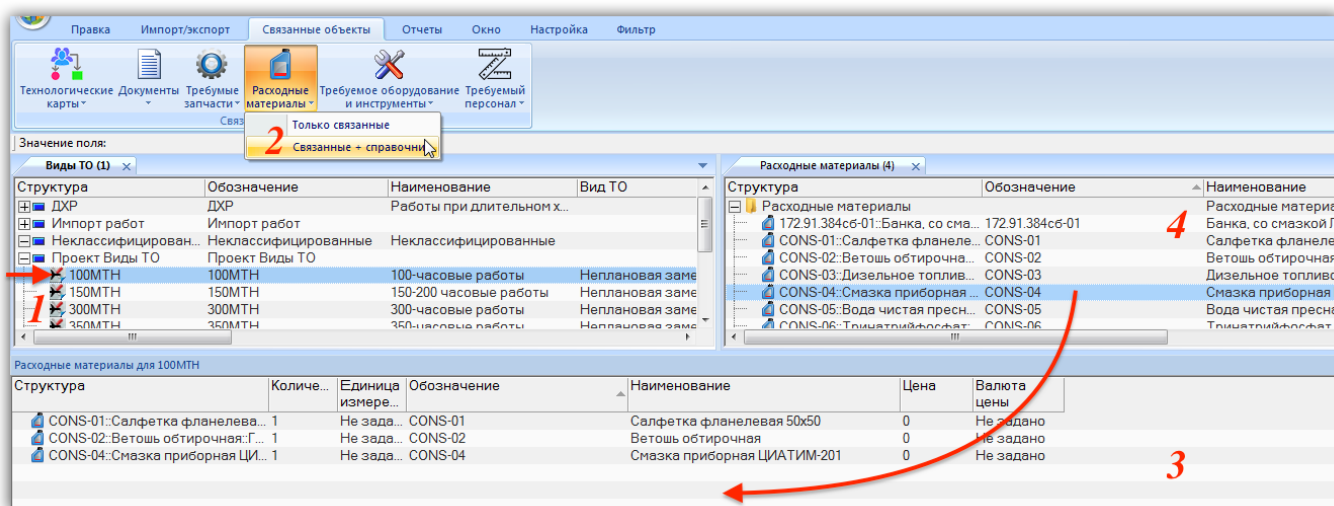

Рис. 17-21 – Расходные материалы, необходимые для выполнения вида ТО
- 2) Выделить вид ТО в окне «Виды ТО» (1 на рис. 17-21).